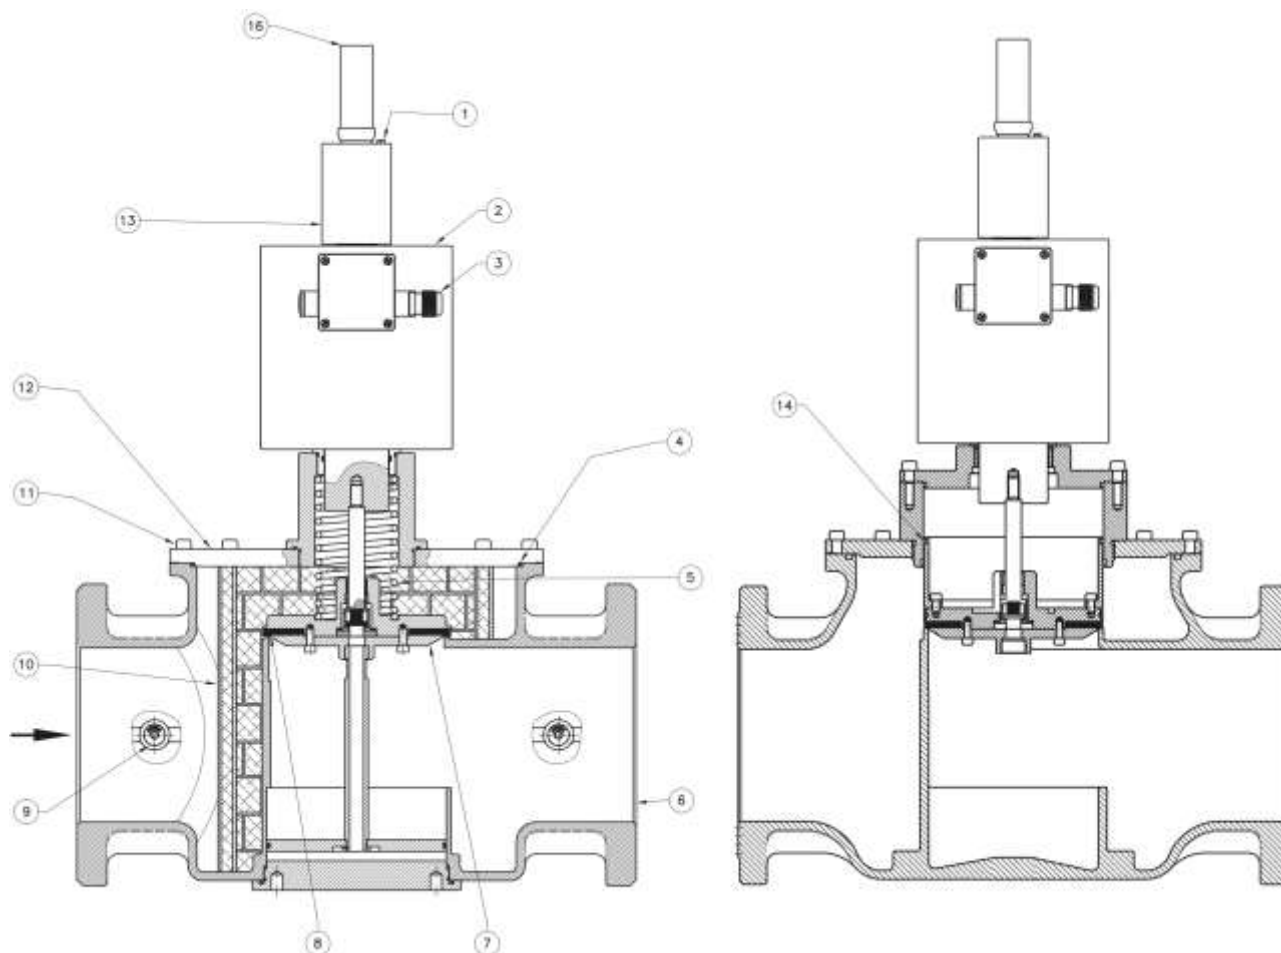

Рис. 4
Клапан рис. 4 состоит из: винт настройки времени открытия клапана (1), электромагнитная катушка (2); электрический коннектор (3); верхнее уплотнительное кольцо (4); пружина запирающего механизма (5); корпус (6); затвор (7); уплотняющая прокладка (8); заглушка (9); фильтрующий элемент * (10); винты крепления крышки (11); крышка (12); гидравлический тормоз (13); тефлоновая уплотнительная полоса (14); колпачок гидравлического тормоза (16).